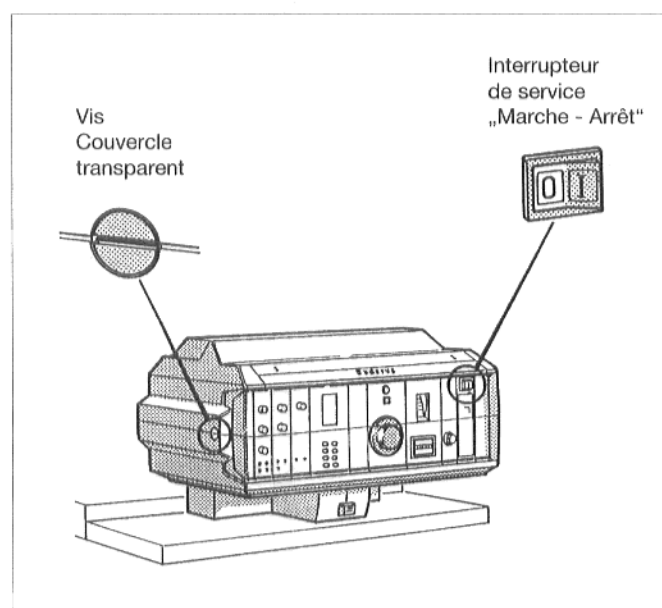

Fig. 28
- Mettre la fente du couvercle transparent de l'appareil de régulation (fig. 28) en position horizontale, à l'aide d'une pièce de monnaie par ex. Enlever le couvercle en le tirant vers l'avant.
- Mettre l'interrupteur de service (fig. 28) en position 0.